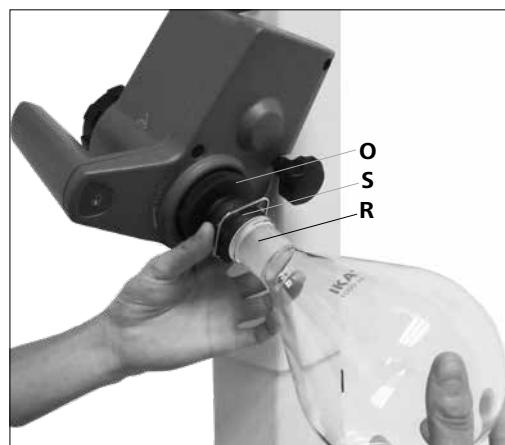

Fig.15a
- 베이버 튜브에(**R**) 증발용 플라스크를 올려 놓습니다. (Fig.15a)